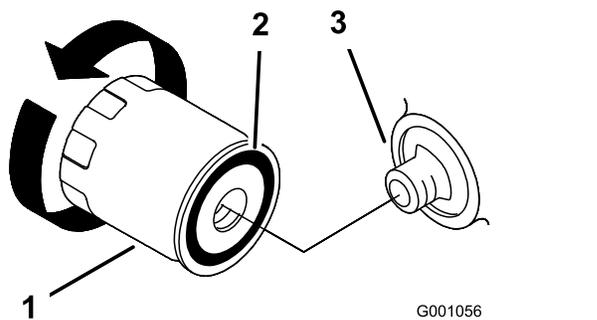

图22
2. 拆下旧滤清器并擦拭滤清器安装座垫片表面图22。
3. 在替换滤清器的橡胶垫片上抹上一层薄薄的新鲜机油图22。
4. 将替换机油滤清器安装到滤清器安装座上顺时针旋转机油滤清器直至橡胶垫片接触到滤清器安装座后再将滤清器拧 2/3 至 1 圈图22。